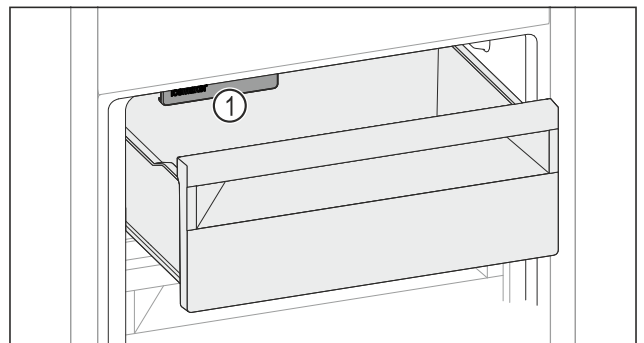

Fig. 126
- Huomioi IceMaker Fig. 126 (1).